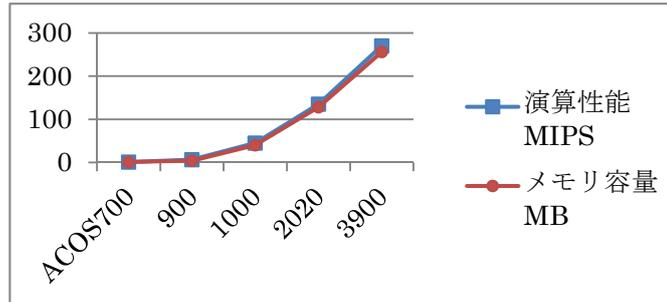

図 1 演算性能とメモリ容量
今回は、日本電気（株）製の ACOS シリーズです。センターで使用した計算機は、このシリーズの 700,900,1000,2020,3900(1976 年～1997 年)でした。オペレーティング・システム (OS) は ACOS-6 です。図 1 はこれらの計算機、約 20 年間の演算処理能力と主記憶容量を表したものです。20 年間で演算性能、メモリ容量ともに 250 倍となりました。